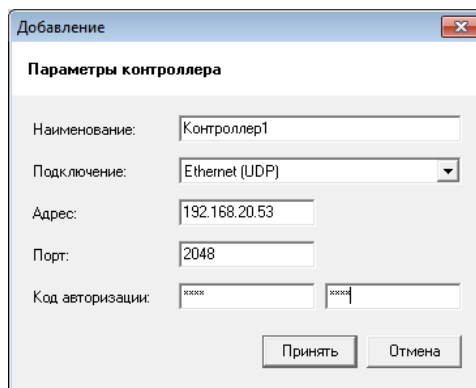

Рисунок 32 – Диалог "Добавление"
- 8.2) Либо нажмите на кнопку "Добавить", в окне "Добавление" (см. Рисунок 32) укажите тип подключения "Ethernet (UDP)", адрес контроллера, порт "2048", код авторизации "123456" и нажмите кнопку "Принять".